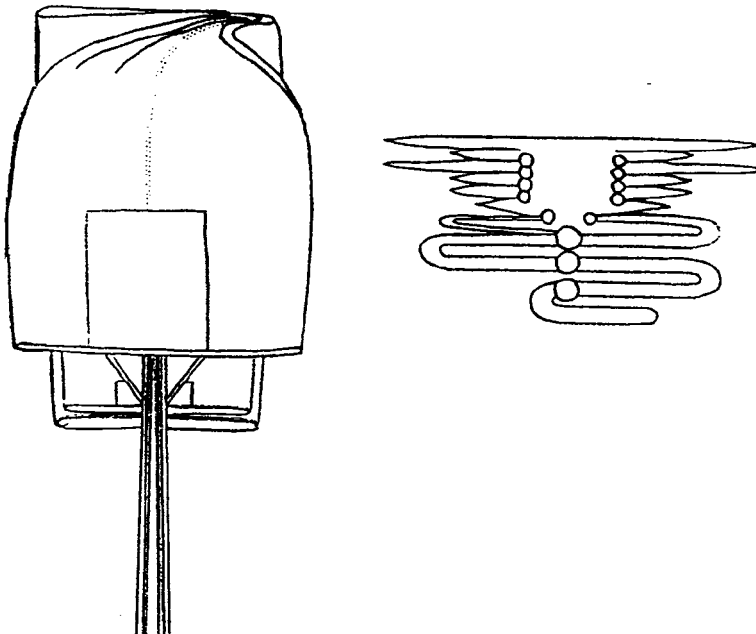

Рис. 8
6) аналогичным образом уложить левую половину купола (рис. 8).